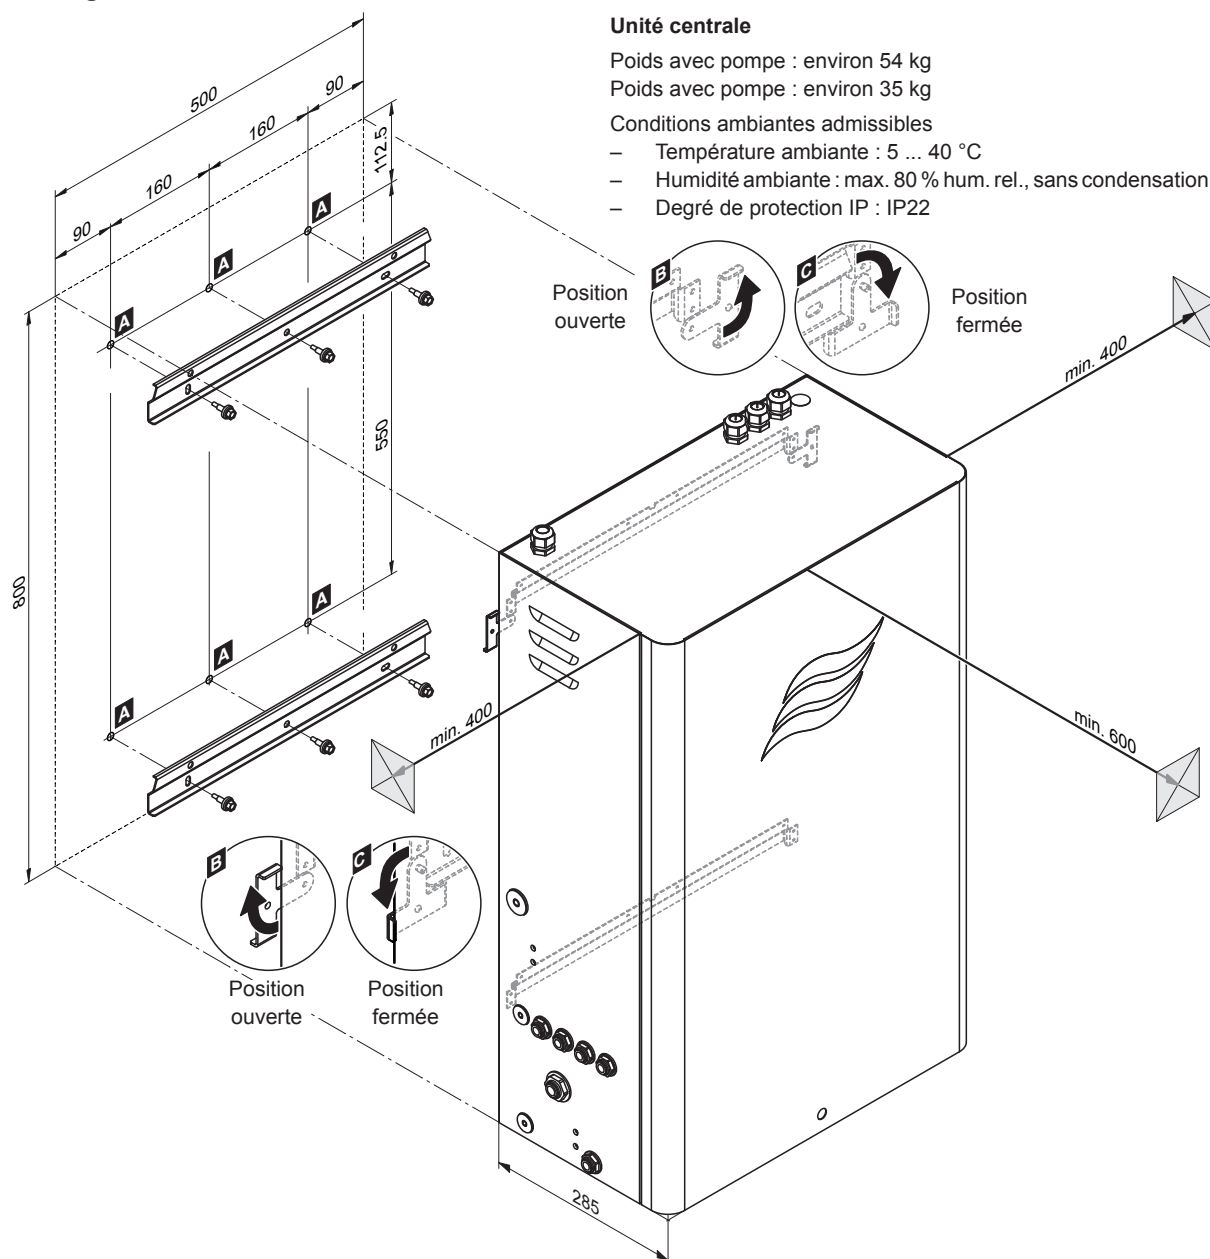

Fig. 34: Montage de l'unité centrale - cotes en mm
3. Tourner vers l'extérieur les deux languettes d'arrêt situées à l'arrière de l'unité centrale (position ouverte, voir détail "B" au Fig. 34).
4. Accrocher l'unité centrale aux fixations murales. Tourner ensuite vers l'intérieur les deux languettes d'arrêt situées à l'arrière de l'unité centrale (position fermée, voir détail "C" au Fig. 34) pour fixer l'unité centrale à la fixation murale supérieure.